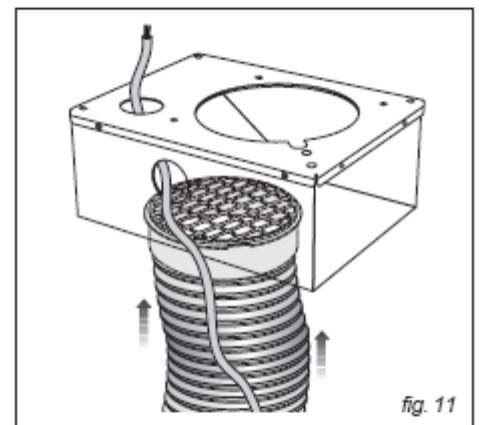

fig. 11
- Prever o cabo de alimentação e o tubo de evacuação de ar como indicado na fig. 11.